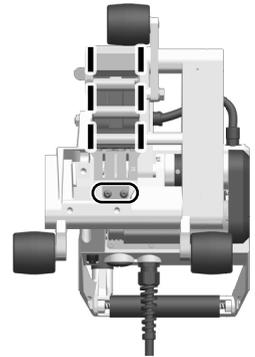

Figure 3
- Desserrer légèrement les deux vis cylindriques de la plaque de coin (figure 3). Il n'est pas nécessaire de desserrer complètement les vis cylindriques.
- Aligner la **panne chauffante (15)** de manière à ce qu'elle soit placée au milieu du **rouleau d'entraînement/de pression en bas (11)**.
- Resserer les deux vis cylindriques de la plaque de coin (figure 3).